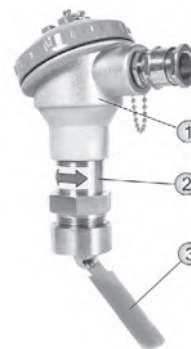

Рисунок 1. Внешний вид индикатора потока
Индикатор потока (см. рисунок 1) состоит из электронного преобразователя (1), герконового реле (2) и датчика потока (3). Электронный преобразователь состоит из корпуса, содержащего плату с клеммами. Герконовое реле содержит пружину, магнит, закрепленный на фторопластовом цилиндре, геркон и центральный стержень. Датчик потока выполнен в виде лопасти с эксцентриком.